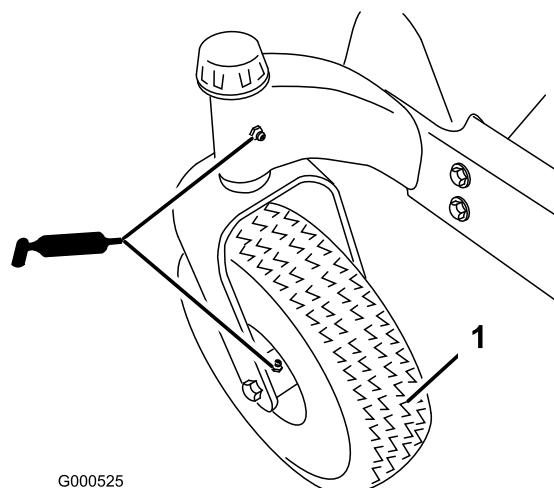
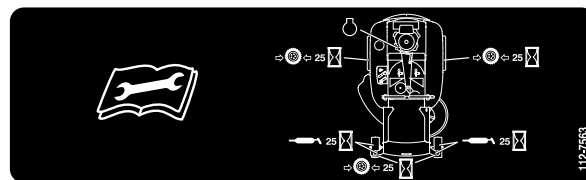

Figure 29
Figure 30
Graissez le pivot des roues pivotantes et les roues (Figure 29).
3. Nettoyez les graisseurs (Figure 29 et Figure 30) à l'aide d'un chiffon. Grattez la peinture qui pourrait se trouver sur les graisseurs.
4. Raccordez une pompe à graisse à chaque graisseur (Figure 29 et Figure 30). Injectez de la graisse dans les graisseurs jusqu'à ce qu'elle commence à sortir des roulements.